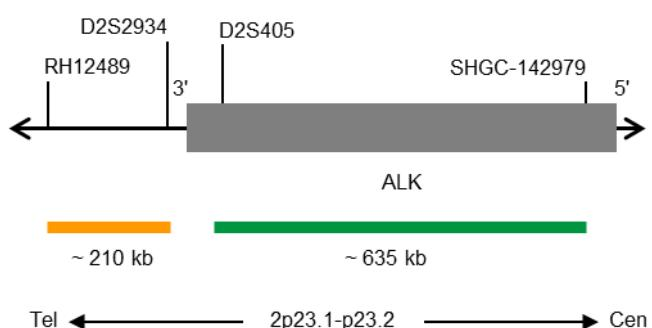

Fig. 1: SPEC ALK Mapa da sonda (não à escala)
- Polinucleótidos marcados com ZyGreen (excitação 503 nm/emissão 528 nm) (~10 ng/μl), que têm como alvo sequências mapeadas em 2p23.1-p23.2* (chr2:29,460,144-30,095,822) proximais à região do ponto de quebra ALK (ver Fig. 1).
- Polinucleótidos marcados com ZyOrange (excitação 547 nm/emissão 572 nm) (~4,5 ng/μl), que têm como alvo sequências mapeadas em 2p23.2* (chr2:29,174,204-29,383,335) distal à região do ponto de quebra ALK (ver Fig. 1).